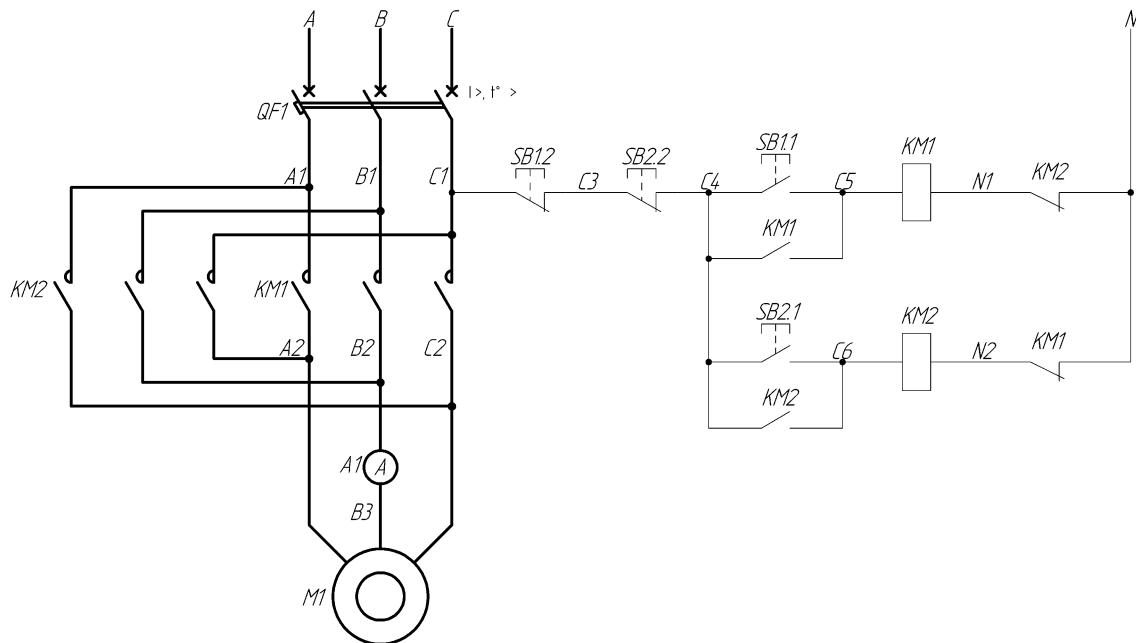

Рис. 6. Вариант 1: принципиальная схема управления реверсивным электроприводом по-средством 2-х двухкнопочных постов
1. Соберите электрическую схему (согласно рис. 6 или 7) в зависимости от номера варианта, который определяется оборудованием, размещённым на стенде.
В работе исследуется реверсивный электропривод переменного тока на базе асинхронного электродвигателя. Для этого соберите схему, представленную на рис. 6 или 7 (в зависимости от варианта).